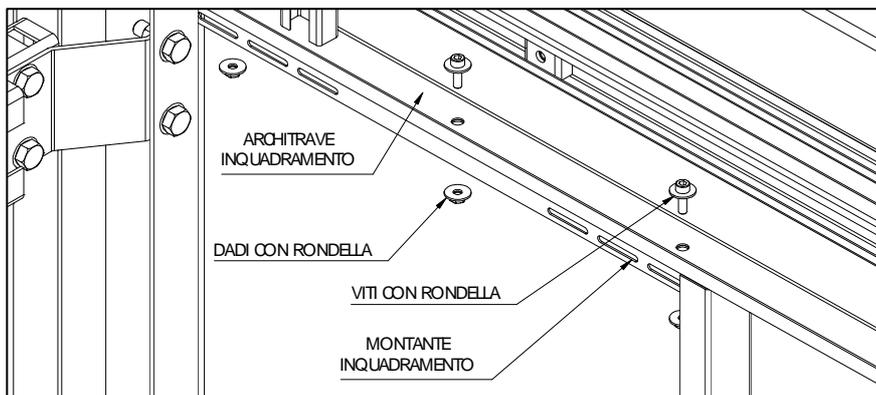

Fig. 18.3
- ✓ Fissare i pannelli sovrapposti sulla traversa inserendo i rivetti sui fori presenti sulla traversa e piantandoli con un martello (Fig. 18.3 e 18.4)..
- ✓ Unire i montanti dell'inquadramento porta con l'architrave con le apposite viti, ricordandosi di utilizzare le rondelle antisvitamento (Fig. 18.3).